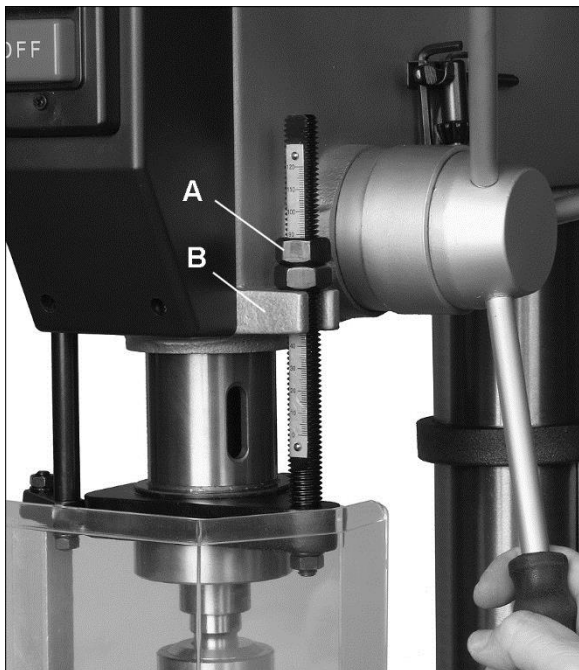

Figure 8-1 : Réglage de la butée de profondeur
3. Avec l'autre main, descendre les écrous de blocage (A, Figure 8-1) sur la tige de la butée de profondeur jusqu'à ce qu'ils s'ajustent correctement (B).